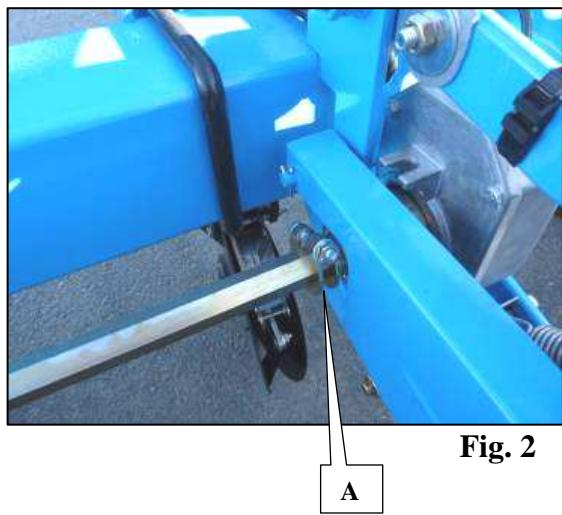

Fig. 2
2. verwijder de behuizing van de drijfriem (fig. 2, B)
- Contrôlez le serrage des bagues d'arbre six-pans A (fig. 2).
- Den festen Sitz der Sechs-Kant-Wellenringe A (Abb. 2) überprüfen.
- Check the tightness of the hexagon arbor bushings A (fig. 2).